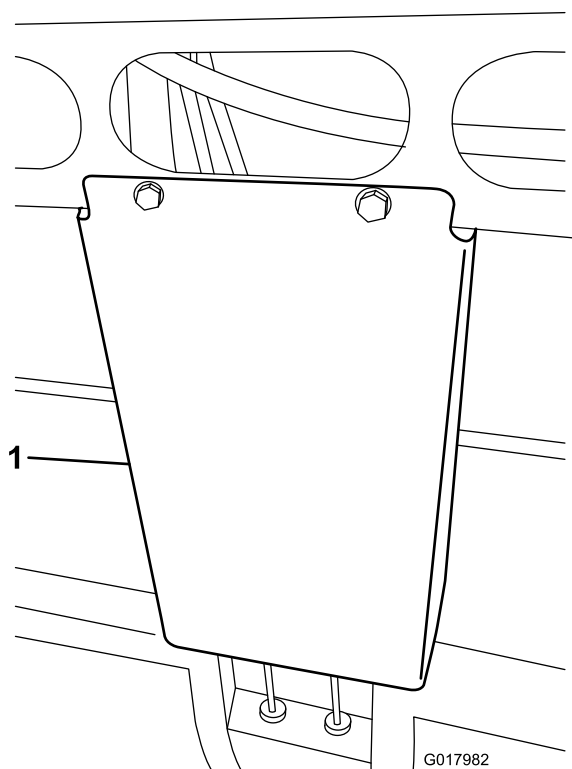

Figura 1
8. Retire a proteção que cobre as tubagens hidráulicas debaixo do centro dianteiro da máquina (Figura 1).